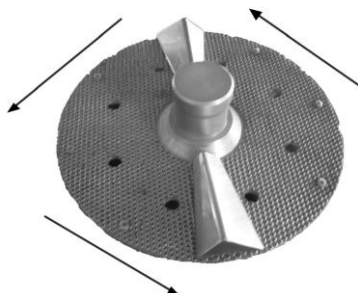

Рисунок 7. Вращение колпачка
- 3 повторите те же самые действия, чтобы убедиться, что колпачок вращается против часовой стрелки (рис. 7), наблюдая через закрытую прозрачную верхнюю крышку;